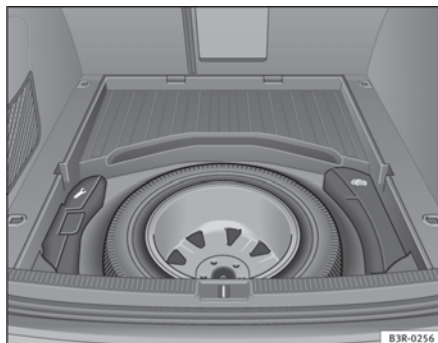

Fig. 188 Ruota di scorta con cerchio in acciaio
- Rimuovere la rotella girandola ⇒ **fig. 188** in senso antiorario, se presente.